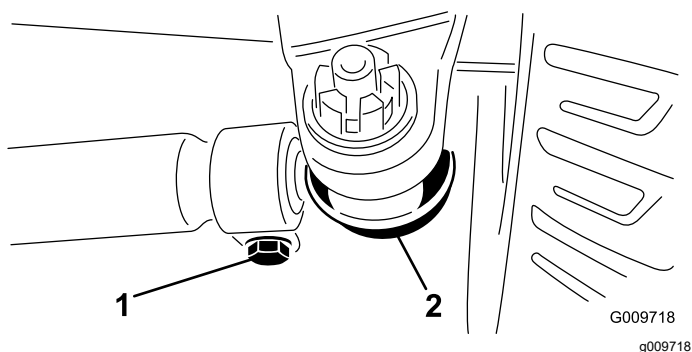

Figura 73
2. Para ajustar o alinhamento, remova o contrapino e a porca de cada uma das rótulas da barra de ligação (Figura 73).
4. Desaperte as abraçadeiras que estão em ambas as extremidades das barras de ligação (Figura 73).